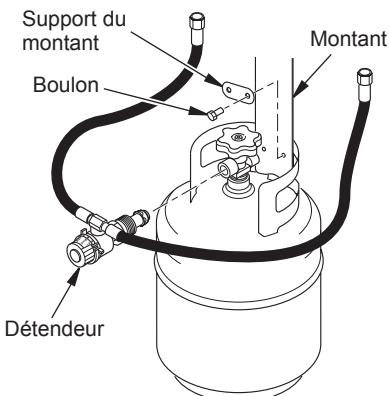

Figure 5 - Fixation du montant et du détendeur au réservoir de propane ou de GPL
- Modèles à 30 000 Btu uniquement** Fixez l'appareil de chauffage à la plaque de protection de la bouteille de propane ou de GPL en plaçant le montant à l'intérieur de la plaque et en passant les boulons dans les deux trous de la plaque (voir figure 5). Serrez le support du montant en place avec les écrous à oreilles fournis.